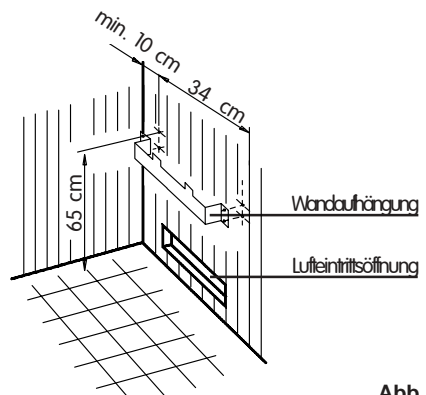

Abb. 4
4. Das Saunaheizgerät mit den Aufnahmeschlitzern der Rückwand in der Wandhalterung einhängen und an den Abstandhalter anlegen (Abb. 4).